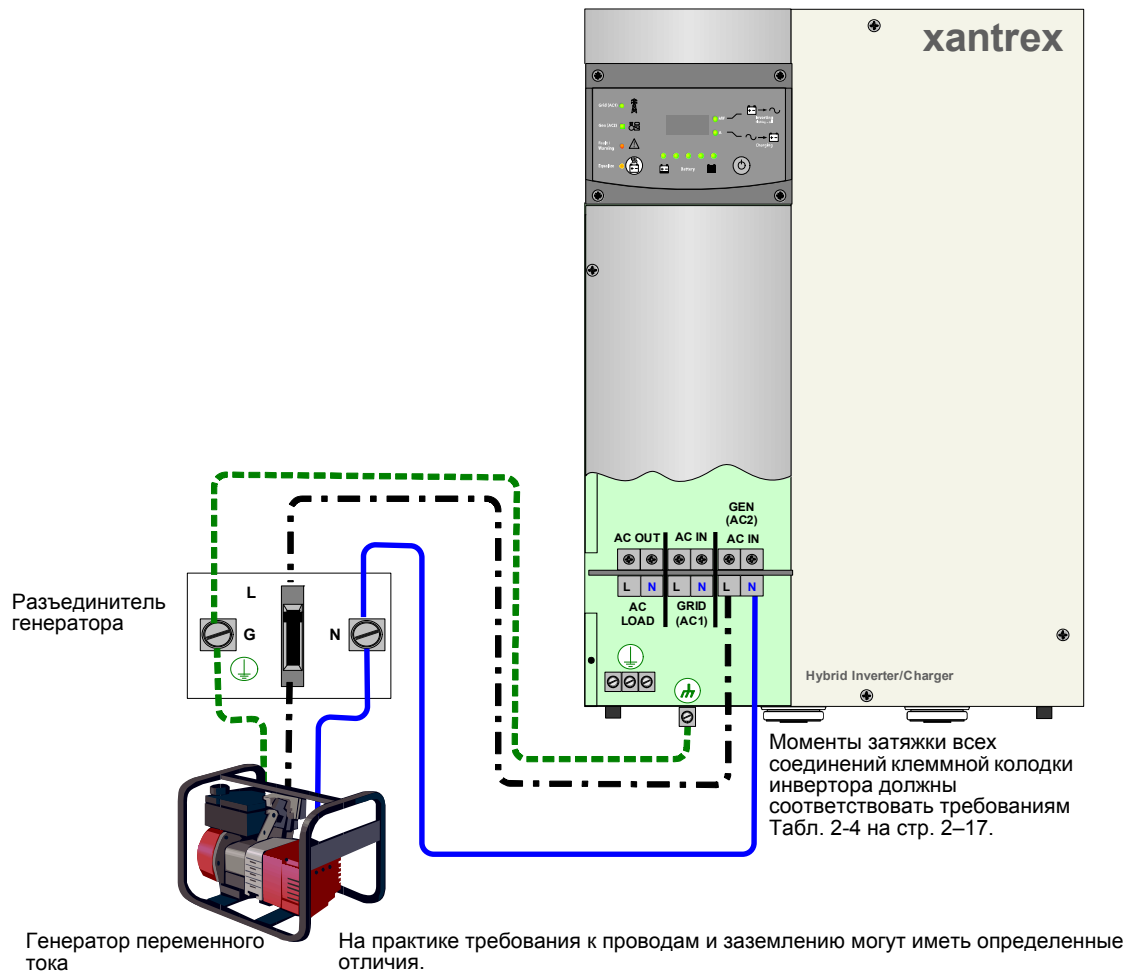

Рис. 2-15 Соединение генератора с инвертором
1. Смотрите Рис. 2-15. Подключите провод нейтрали от автоматического выключателя (размыкателя) генератора к клемме нейтрали GEN (AC2) инвертора.